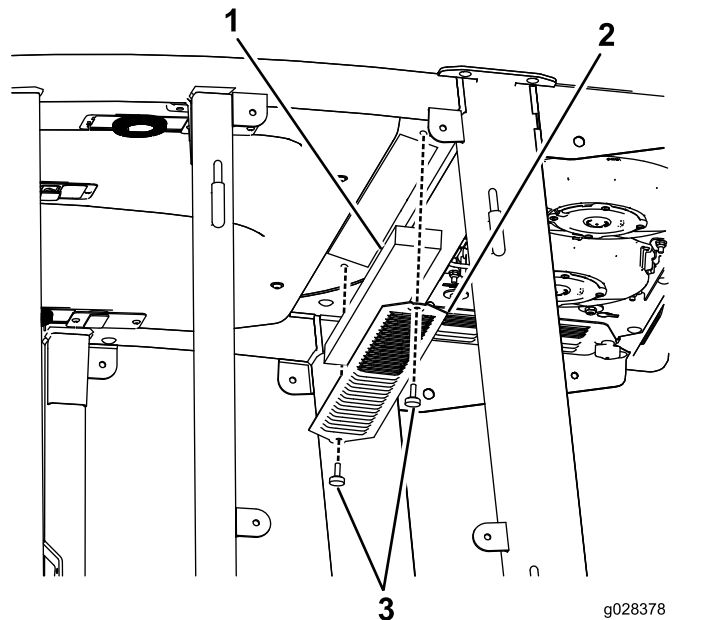
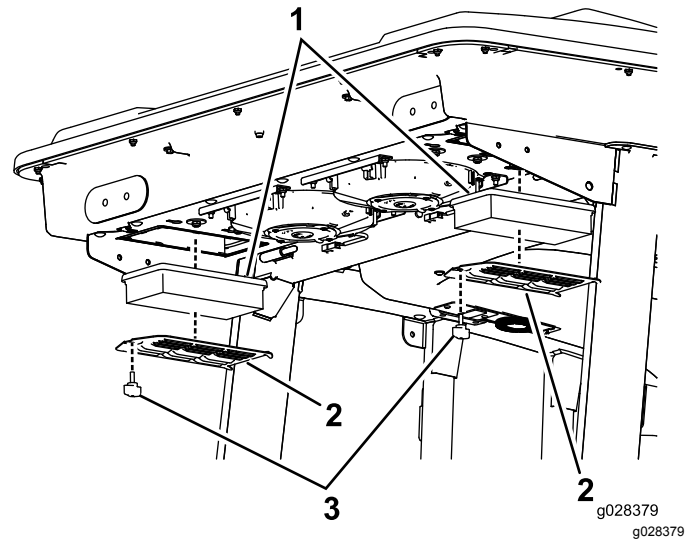

Bild 133
Bild 134
1. Nehmen Sie die Schrauben und Gitter von den internen und hinteren Kabinenluftfiltern ab (Bild 133 und Bild 134).